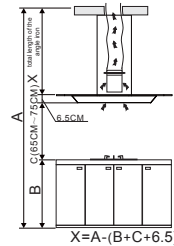

Abbildung 1
– Es werden 12 große Flachkopfschrauben ST6\*40mm benutzt, um den Hängeschrank an der Decke zu befestigen und danach 8 Schrauben M4\*10 und eine Mutter M4 mit einem Dichtungsring, um den Stahlwinkel im Hängeschrank zu befestigen (siehe *Abbildung 1*), wobei die Länge des Winkels berechnet werden muss, sowie 16 große Flachkopfschrauben M4\*10 und eine Mutter M4 mit einem Dichtungsring zur Befestigung eines weiteren Stahlwinkels am Winkel (die Überlappung der Winkellänge darf nicht kleiner als 100mm sein).